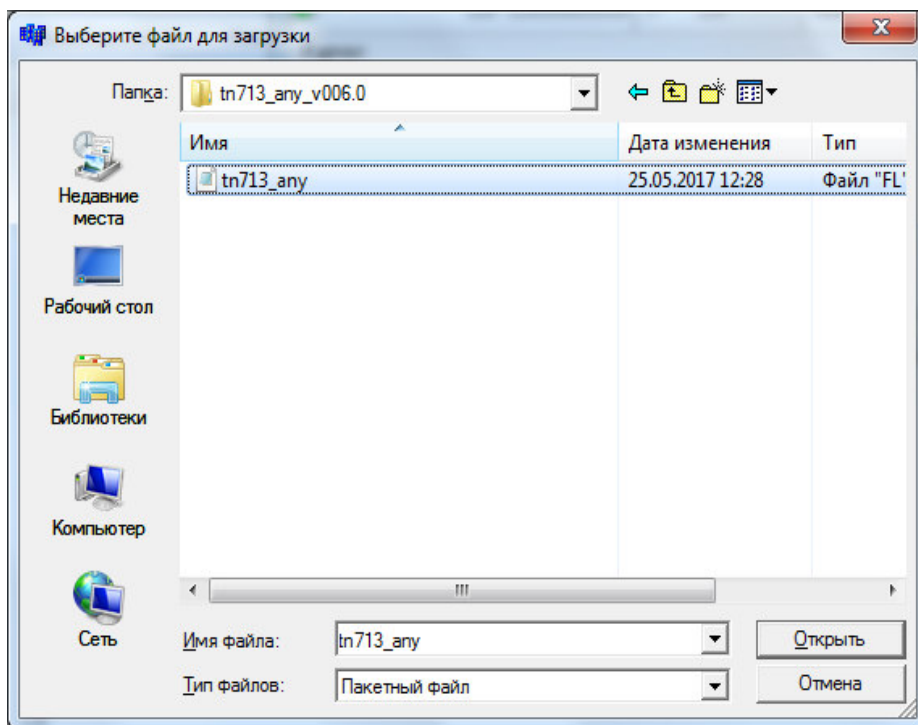

Рисунок 3.3 - Выбор файла с ПО для модуля
- c. В появившемся окне выбрать файл с программным обеспечением для модуля с расширением *.fl* и нажать кнопку «Открыть» (рисунок 3.3).